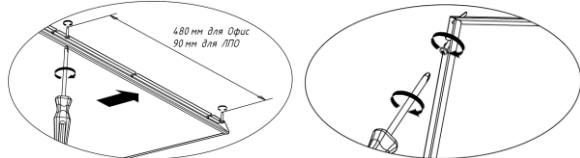

Рисунок 6
- 1) Разметить и подготовить в поверхности два отверстия (рекомендуемый диаметр винтов 4-5мм). Расстояние между отверстиями см. рисунок 1 и рисунок 6.